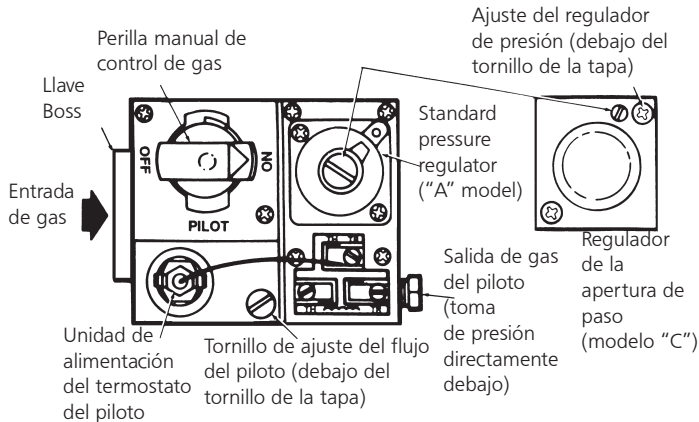

Figura 8. Vista superior del control de gas de capacidad estándar.
- Retire el tornillo de la tapa de ajuste del piloto. Consulte la Figura 8.